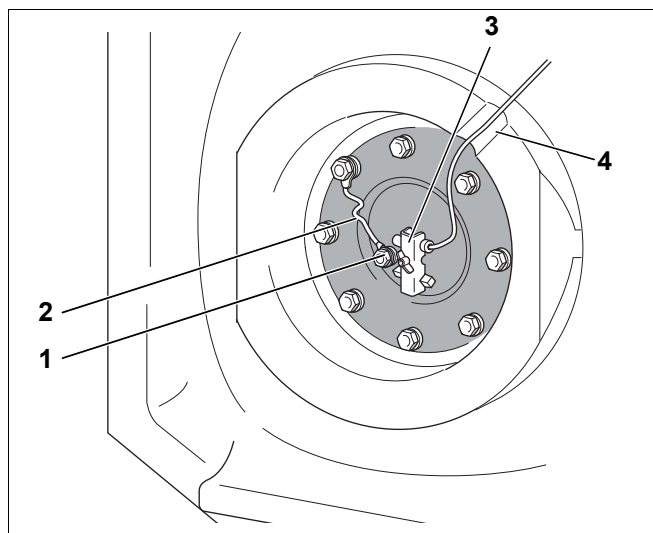

Рис. 10 Проверка подключения магниевого анода
- Провести провод датчика через паз в теплоизоляции (рис. 10, **поз. 4**) к крышке люка.
- Установить температурный датчик в соответствии с геометрической формой и диаметром в крепление датчика (рис. 10, **поз. 3**).
- Проверить, подключен ли заземляющий кабель (рис. 10, **поз. 2**) магниевого анода (рис. 10, **поз. 1**).